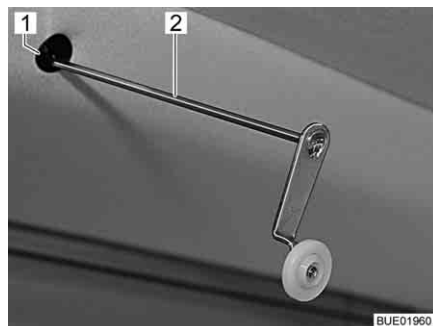

Fig. 123 Manivela para funcionamiento de emergencia
- Insertar la manivela (Fig. 123,2) entregada o una llave Allen en el alojamiento (Fig. 123,1) en el motor. El alojamiento se encuentra en el recorte del panel, arriba a la izquierda de la cama elevada.